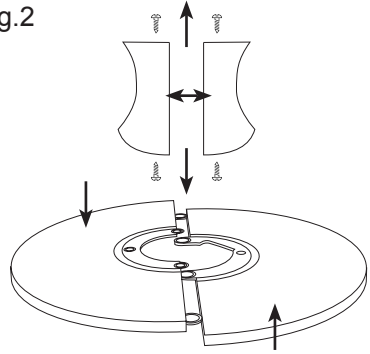

Fig.3
- Conectar la pila/s en su alojamiento, respetando la polaridad indicada (Fig.3).